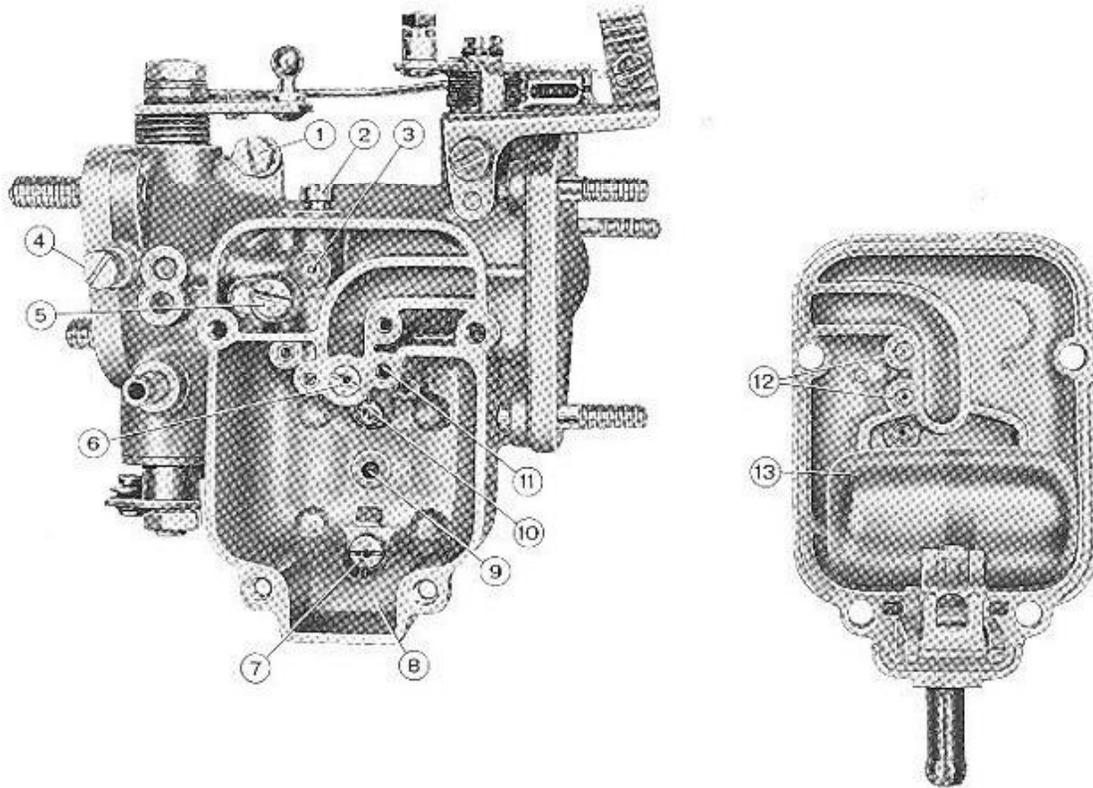

Abb. 52 - Innenansicht des Vergasers und des Vergaserdeckels.
– man hält den Vergaserdeckel senkrecht (Abbildung 52), sonst würde das Gewicht des Schwimmers (13) die Kugel im Nadelventil nach unten drücken;